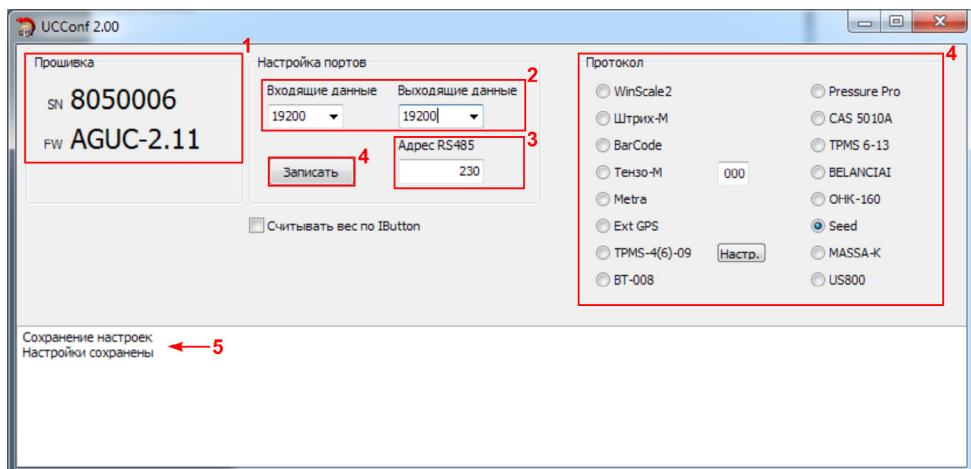

Рис.1. Настройка универсального конвертора.
- Если устройство подключено верно и в системе установлены драйвера устройства, то настройки конвертора будут считаны в программу. Серийный номер и версия микропрограммы подключенного конвертора отображаются в блоке «Прошивка» программы (Рис.1, п.1).
- Затем необходимо выбрать скорость входных и выходных данных (Рис.1, п.2).
- Выбрать протокол входящих данных (Рис.1, п.3). При выборе протокола автоматически включается шина данных, соответствующая выбранному протоколу, другая шина автоматически отключается. Все протоколы и устройства, кроме протокола «TPMS-4(6)-09», доступные в текущей версии программы «UCCConf», работают сшиной RS-232. Данные в протоколе «TPMS-4(6)-09» принимаются пошине RS-485.
- После настройки всех параметров конвертора необходимо сохранить настройки в устройство, нажав кнопку «Записать» (Рис.1, п.4).
- При успешном сохранении настроек в окне состояния появится соответствующее сообщение (Рис.1, п.5).